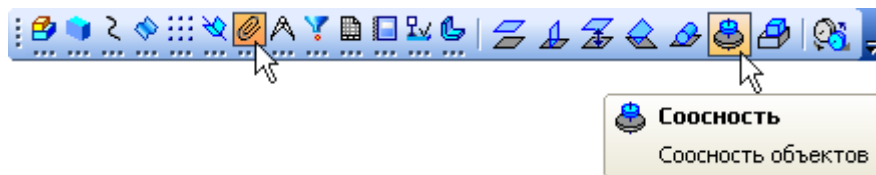

Рисунок 11
- Нажмите кнопку Соосность на инструментальной панели Сопряжения  (рис.11).